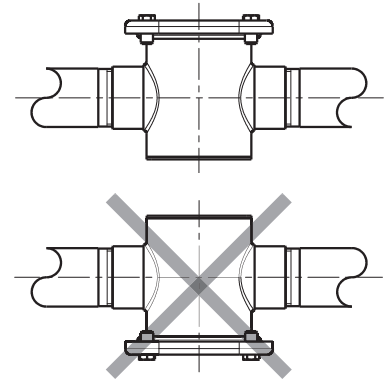

Abb. 1
- Die Rückschlagklappe kann horizontal (Abb. 1) mit dem Deckel nach oben und schräg mit einer Neigung von höchstens 90°, aber niemals mit nach unten gerichtetem Deckel montiert werden.